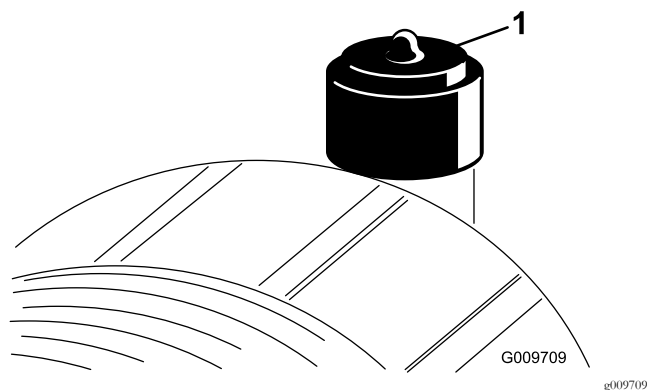

Figura 38
Effettuate la manutenzione del filtro dell'aria quando l'indicatore (Figura 38) lo richiede. Sostituendo il filtro dell'aria prima del necessario si aumenta il rischio che la morchia penetri nel motore quando si toglie il filtro.
2. Se la spia (Figura 38) è rossa, resettatela.